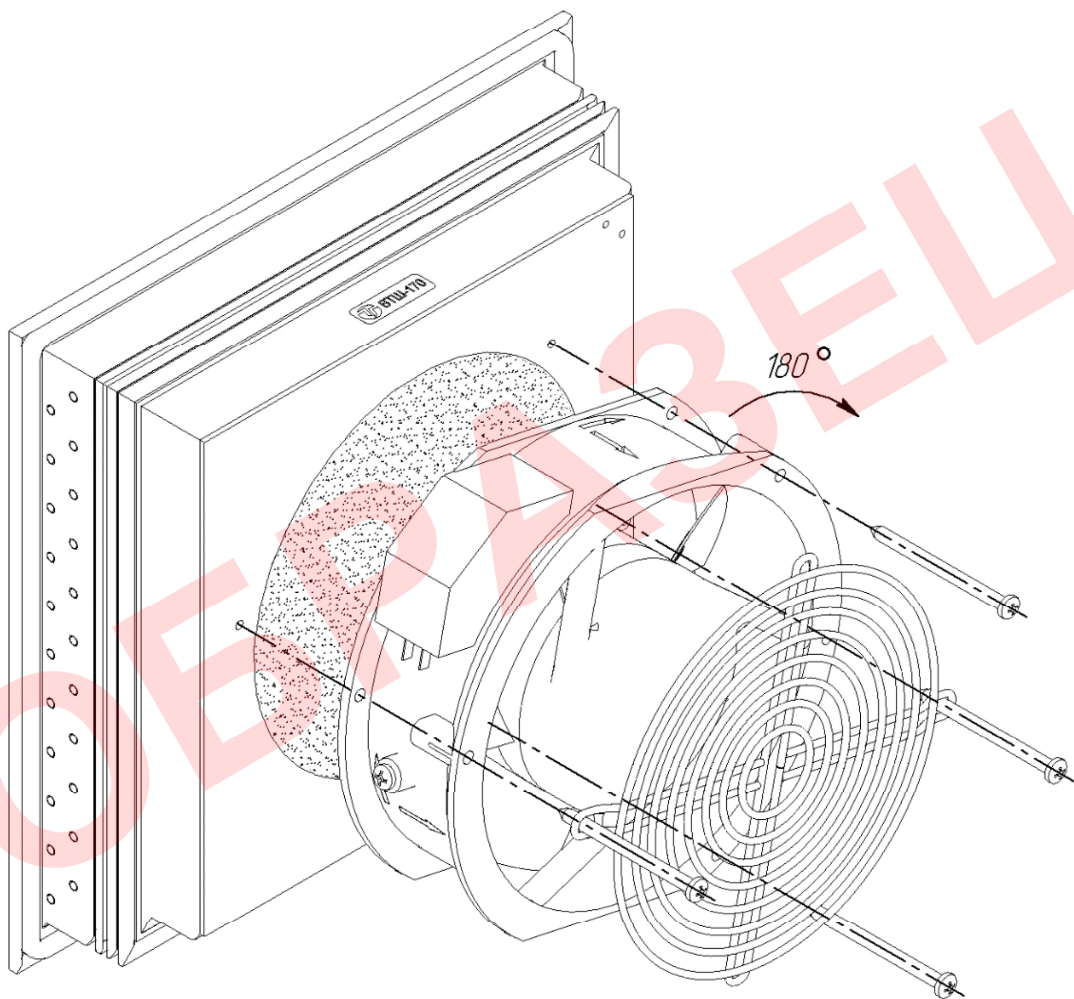

Рисунок 4 – Изменение направления потока
1. Выкрутить 4 крепежных самореза и снять защитную сетку вентилятора (рисунок 4).